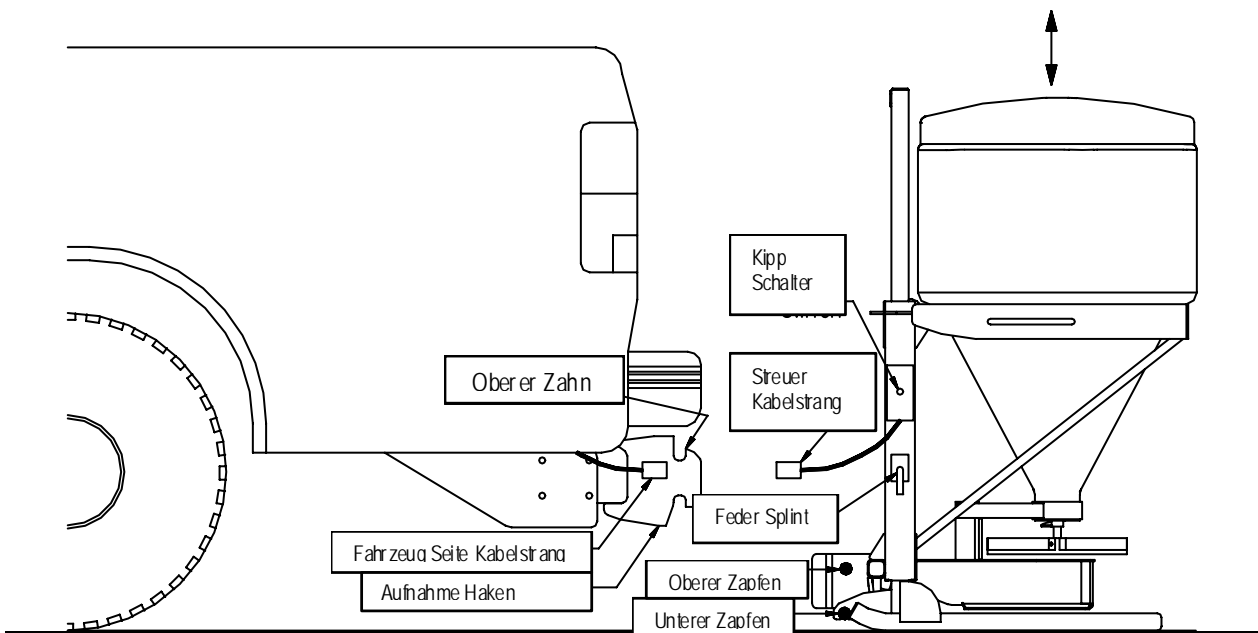

Bild 20. Power Aufnahme Anbau Anleitung
3. Heben Sie den Streuer mit dem Kippschalter an. Fahren Sie den Streuer soweit nach oben bis die oberen Zapfen über den Haken liegen. Siehe Bild 20.